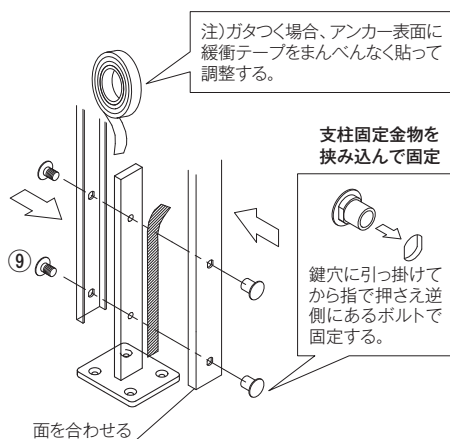

図3 カバー及びトURREール取付図
- ・図3のようにトURREールを支柱上から配置し、C部拡大図に示すとおり支柱上の中空部へ、あらかじめ溶接されている支柱支持バーを全ての支柱に差し込む。
- ・支柱とトURREールとの隙が無いことを確認後、化粧ボルトナット⑨にて固定する。このとき、トURREールの通りが出ていることを確認する。